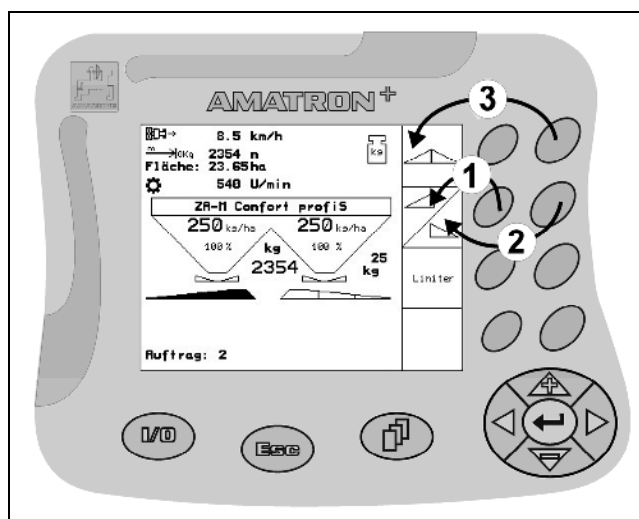

Fig. 8
- a tecla esquerda está atribuída ao campo de função superior esquerdo (Fig. 8/1).
- a tecla direita está atribuída ao campo de função inferior direito (Fig. 8/2).
Se surgirem campos quadrados no display, só a tecla direita está atribuída ao campo de função (Fig. 8/3).